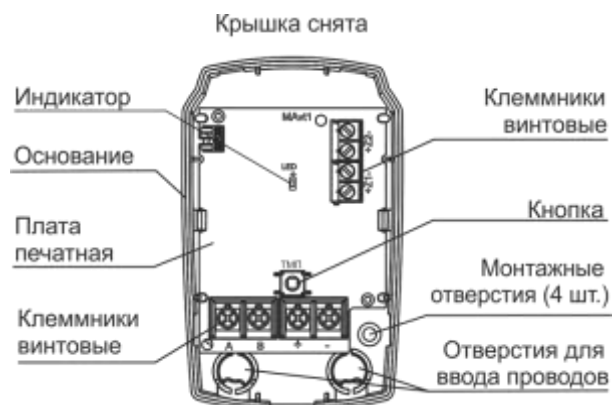

Рисунок 2
**4.1** МА выполнена в виде блока, состоящего из основания и съемной крышки (рисунок 2).